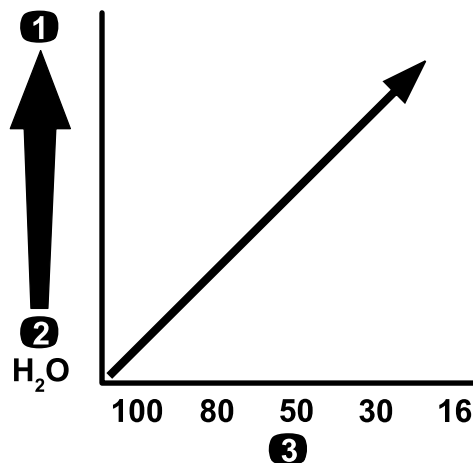

图 25
**重要事项** 当使用更高粘度更稠的化学品或含可湿性粉剂的溶液喷洒时可能需要使用适用于可选压力式过滤器的更粗网孔请参阅图 25。